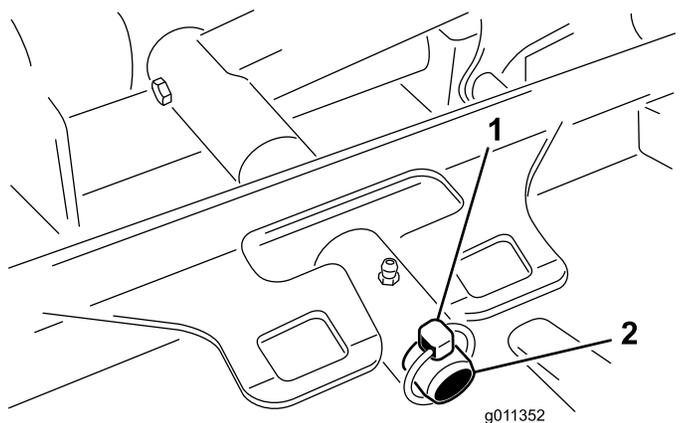

Figura 11
3. Togliete l'acciarino o il dado di ritegno (solo Groundsmaster 4700) che fissano il telaio portante del piatto di taglio al perno orientabile del braccio di sollevamento (Figura 11).
3. Infilate il telaio portante del piatto di taglio sul perno di articolazione del braccio di sollevamento. Fissate gli elementi con l'acciarino o il dado di ritegno (solo Groundsmaster 4700) (Figura 11).